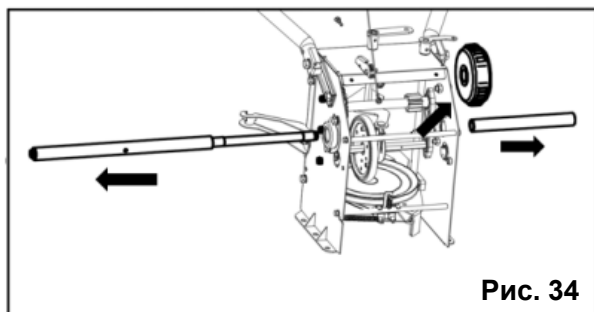

Рис. 34
3. Вытяните длинный и короткий приводные валы, снимите дифференциал (см. Рис. 34).
4. Вытяните длинный и короткий приводные валы, снимите дифференциал (см. Рис. 34).